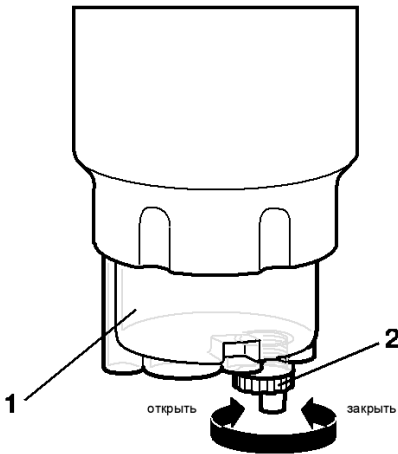

Рис. 13. Слив воды:
2. Отвернуть резьбовую пробку сливного отверстия 2 (рис. 13) на дне водосборного отстойника 1 и дать воде стечь.